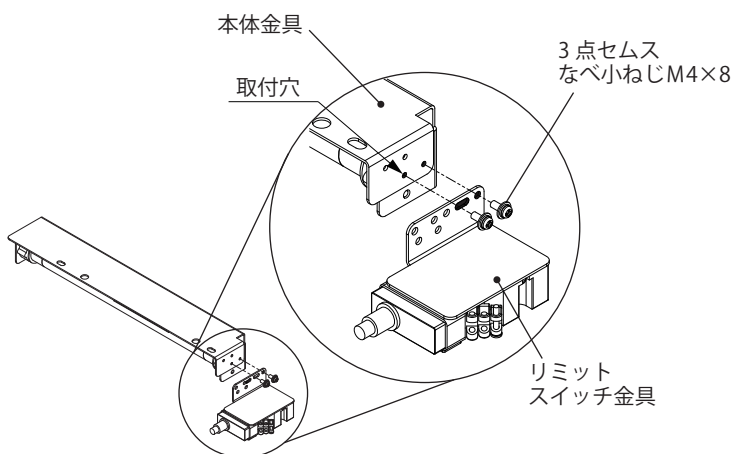

図 11
1. リミットスイッチ金具にある 3 点セムスなべ小ねじ M4×8 (2 カ所) を取外してください。(図 11)
2. 本体金具とリミットスイッチ金具を 3 点セムスなべ小ねじ M4×8 (2 カ所) にて取付けてください。(図 11)